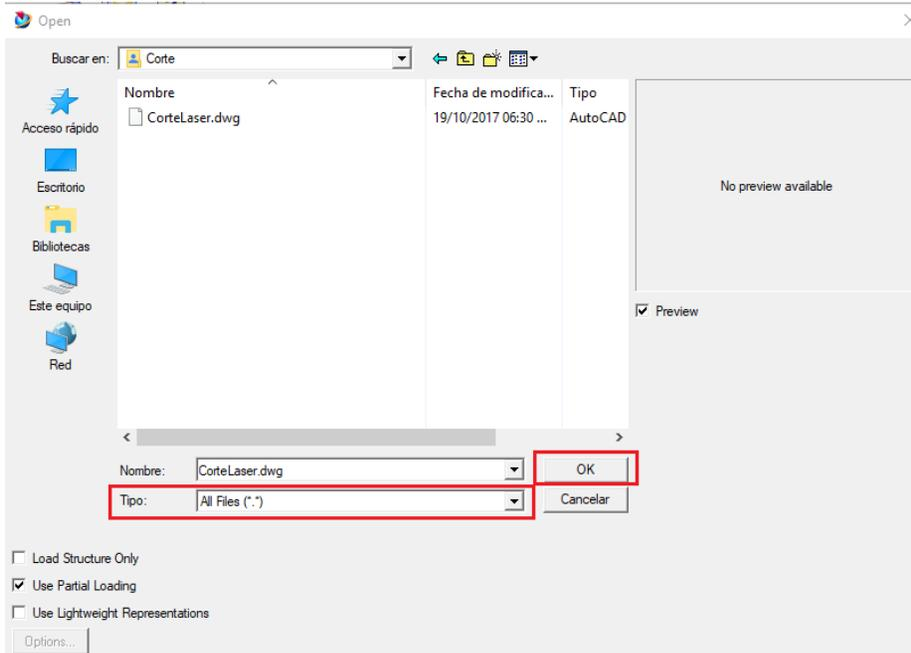

Figura 3.1 Abrir el archivo ***CorteLaser.dwg***
- De la carpeta **LaserAlu**, abrir el archivo ***CorteLaser.dwg*** en NX10 (asegurarse que en la opción **Tipo** se seleccione “All Files”). (Figura 3.1)